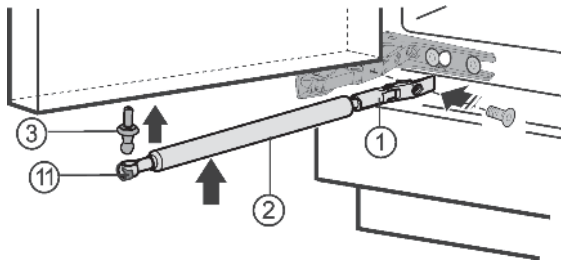

Fig. 6
- ▶ Visser le pivot sphérique Fig. 6 (3) à fond dans le nouveau trou de fixation (**avec 4 Nm**) (Torx® 25).
- ▶ Remettre le ressort tendeur Fig. 6 (11) à l'intérieur.
- ▶ Visser (**avec un couple de serrage 3 Nm**) fermement l'élément de fixation Fig. 6 (1).
- ▶ Accrocher l'amortisseur Fig. 6 (2) de fermeture au tourillon.